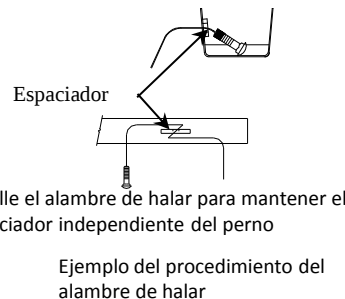

Figura 4
4. Pegue con cinta el espaciador (pieza 6) al punto de unión posterior. Vea la Figura 5. A continuación, empuje los tornillos de nuevo en el larguero del bastidor dejando el alambre de halar unido y con el extremo por fuera. Vea la Figura 4.